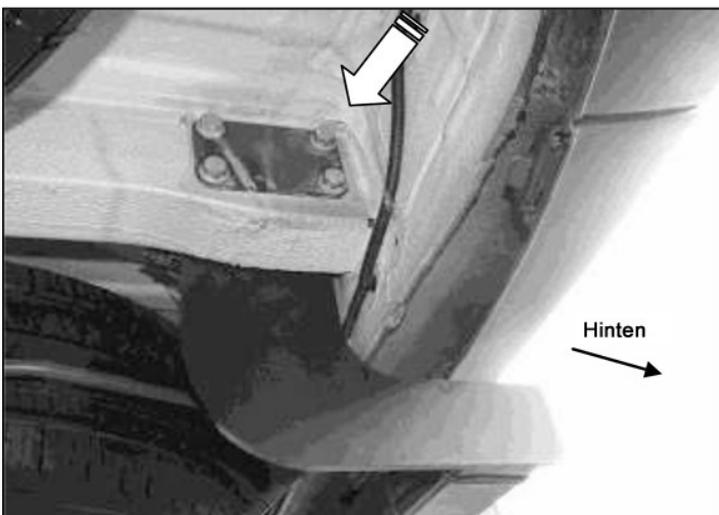

Bild 3 Montagepunkte an der Fahrerseite bei Modellen mit AHK
- a. Lokalisieren Sie die vier Originalschrauben, mit denen die Anhängerkupplung an der Innenseite des Rahmens verschraubt ist (**Bild 3**). Nehmen Sie nun die Halterung für die Beifahrerseite (**Bild 4**). **WICHTIG:** Bei Fahrzeugen mit serienmäßiger Anhängerkupplung werden die Halterungen getauscht. Auf der Fahrerseite wird die Halterung für die Beifahrerseite an der Außenseite des Rahmens montiert umso Platz für die Anhängerkupplung zu schaffen (**Bild 4**).